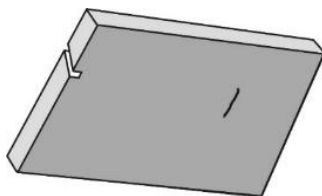

Рис.12
4. Оцените необходимую длину пропила, когда вставка будет установлена до упора. Отметьте эту точку на деревянной вставке (см. рис.12).